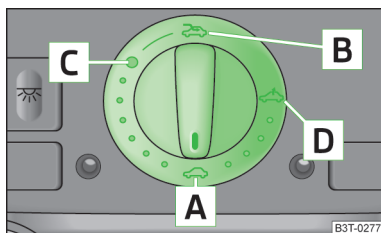

Fig. 28
- Il peut arriver que le toit ouvrant coulissant/relevable ne se fonctionne plus après un débranchement et un rebranchement de la batterie. Mettre dans ce cas le bouton rotatif sur la position **A** » fig. 28 à la page 46 et le maintenir appuyé vers l'avant pendant 10 secondes environ.
➤ Faire tourner le bouton sur la position **C** » fig. 28.
Le toit ouvrant coulissant/relevable est équipé d'un dispositif de limitation de force. Le toit ouvrant coulissant/relevable s'arrête et s'ouvre complètement si un obstacle (de la glace par ex.) empêche sa fermeture. Vous pouvez fermer complètement le toit ouvrant coulissant/relevable sans dispositif de limitation de la force exercée en poussant vers l'avant le sélecteur en position **A** » fig. 28 jusqu'à ce que le toit soit complètement fermé » .